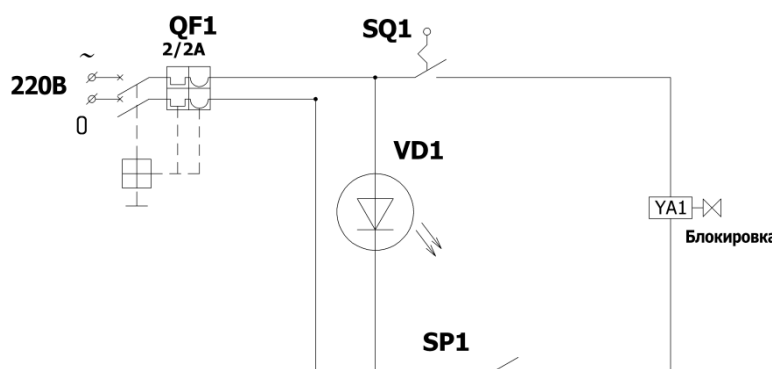

Рисунок 1 Схема электрическая принципиальная.
- подключить камеру к сети 220В (см.рис.1).